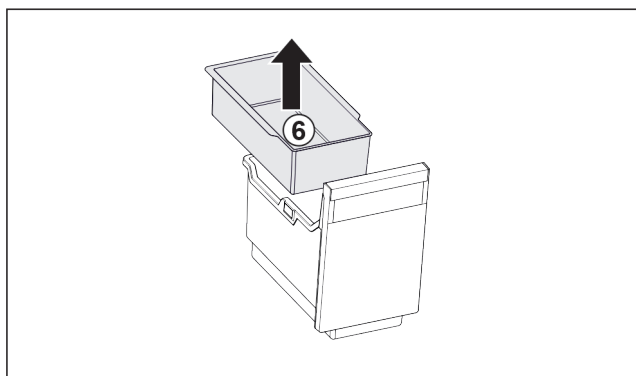

Fig. 95
- Retirer le Fig. 95 (6) balconnet pour glaçons.